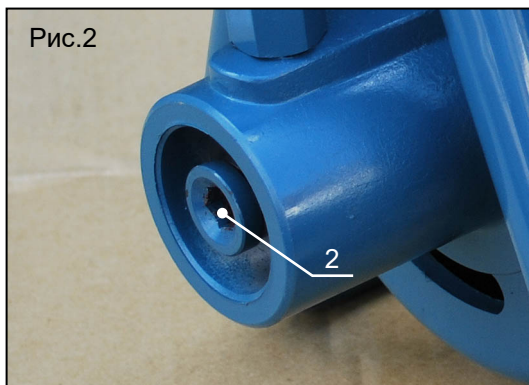
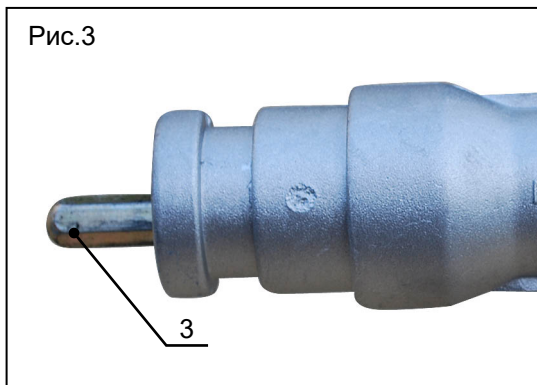

Рис.2
Рис.3
Для того чтобы включить инструмент необходимо переключить кнопку (поз.1, рис.2) выключателя в правое положение.
Чтобы выключить инструмент необходимо переключить кнопку (поз.1, рис.2) выключателя в левое положение.
2. Аккуратно вставьте металлический шестигранный наконечник (поз.3, рис.3) в приводной вал (поз.2, рис.2) электромотора.